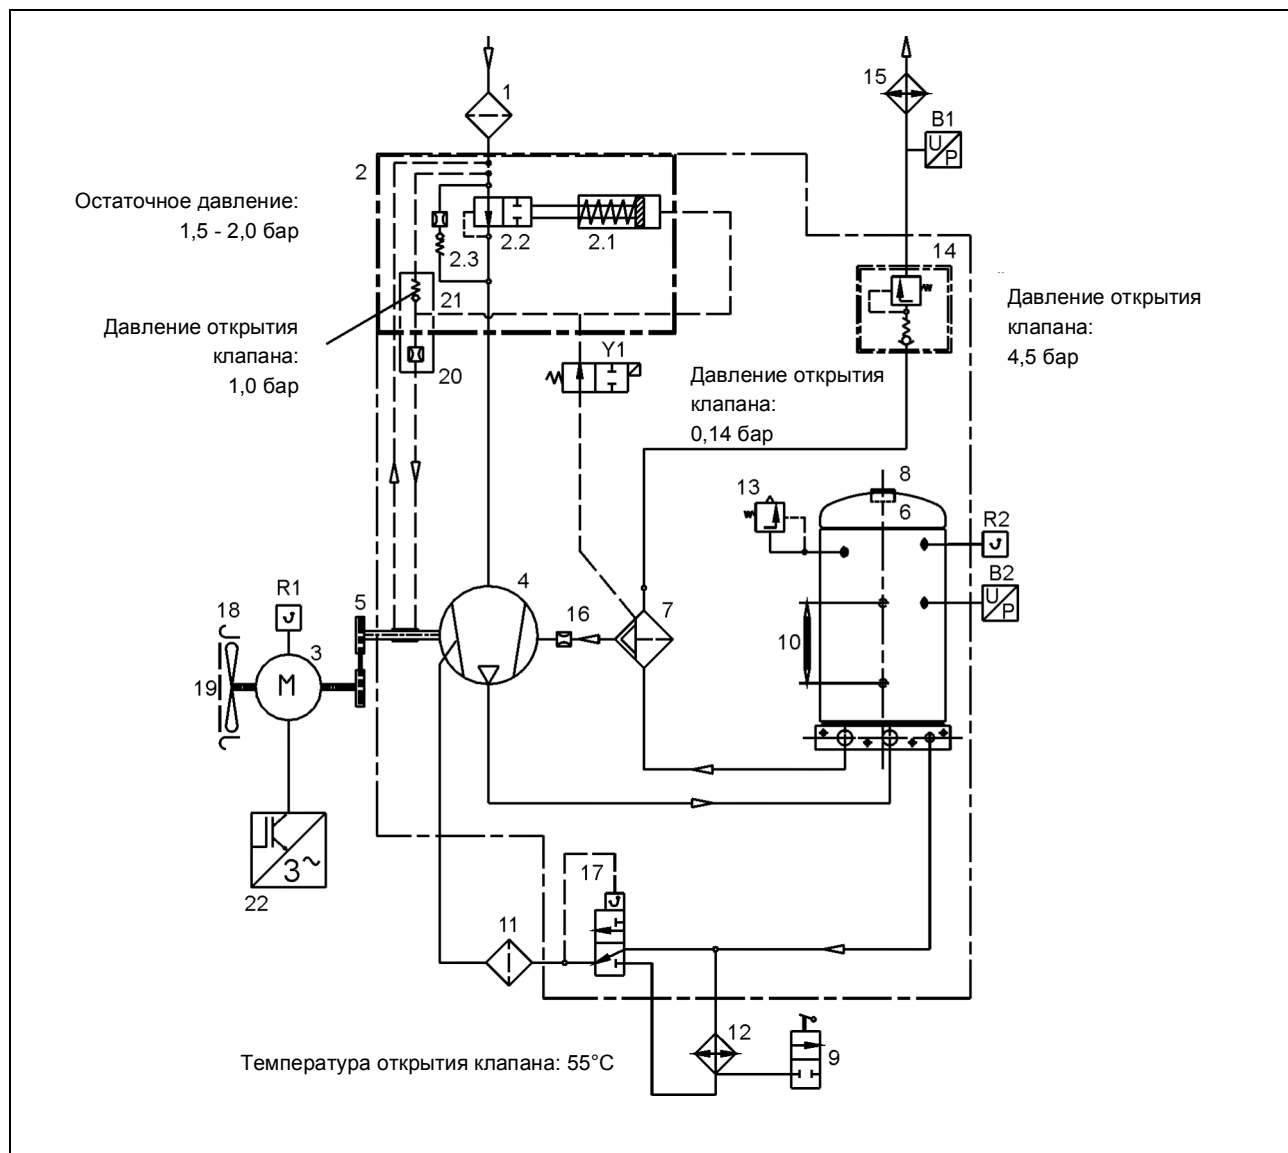

Рис. 3
- Электромагнитный клапан (Y1 Рис. 3) обесточен.